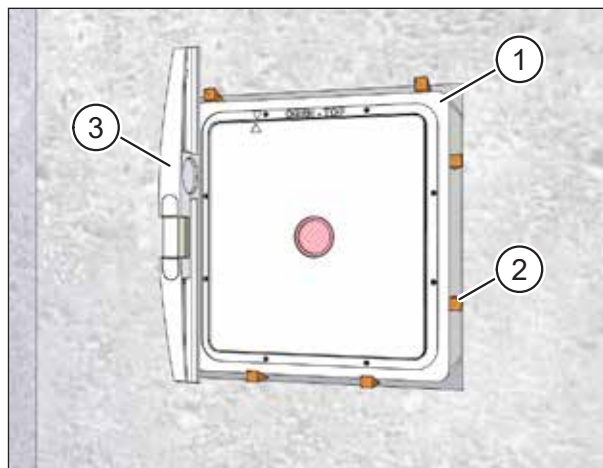

Fig. 15 : Fixer le caisson mural
- ▶ Fixez le caisson mural (pos. 1 dans Fig. 15) sur les faces intérieure et extérieure avec des cales ou des coussins d'air (pos. 2 dans Fig. 15) dans l'ouverture dans le mur.
- ▶ En vous aidant du niveau, (pos. 3 dans Fig. 15), tournez le caisson mural perpendiculairement et de niveau par rapport au mur.